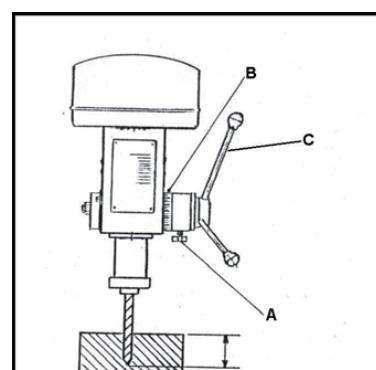

Abbildung 12
3. Die Schutzabdeckung muss während des Betriebs ordnungsgemäß angebracht sein. Dies wird über einen Mikroschalter überwacht. Siehe dazu Abbildung 12.